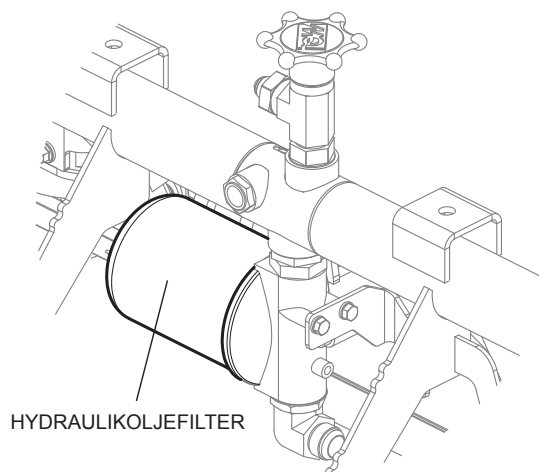

Bild 28. Hydraulikoljefilter
1. Byt hydraulikolja och filter (Bild 28) efter de första 100 timmarnas användning och byt sedan efter var 250 timmar. Använd ett absolut syntetiskt mediafilter på 10 mikron.